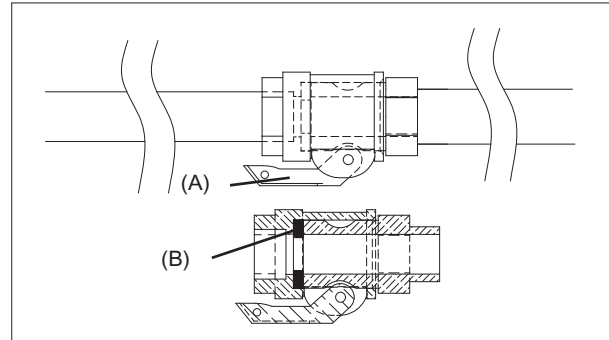

ABB. 8
Den Lufthahn der Pistole öffnen. Das Zellenrad drei oder vier Mal anhand des entsprechenden Schalters ein- und ausschalten (2 -3 sec ein, 2-3 sec aus) und anschließend eingeschaltet lassen. Den Wasserzufluss regulieren, bis die vom Materialhersteller empfohlene Konsistenz erreicht ist. Den Lufthahn der Pistole schließen. Den Zustand der Materialschläuche und der Anschlüsse sowie die korrekte Montage der Dichtungen prüfen. In den ersten Schlauchabschnitt etwa drei Liter Zementbrei gießen und die Schläuche dann an die Fördersammelleitung (Bez. 10) und an die Sprühpistole anschließen. Sicherstellen, dass die Nockenhebel (A) der Anschlüsse korrekt arretiert sind und die Dichtung (B) abbildungsgemäß montiert ist (vgl. Abb. 8).